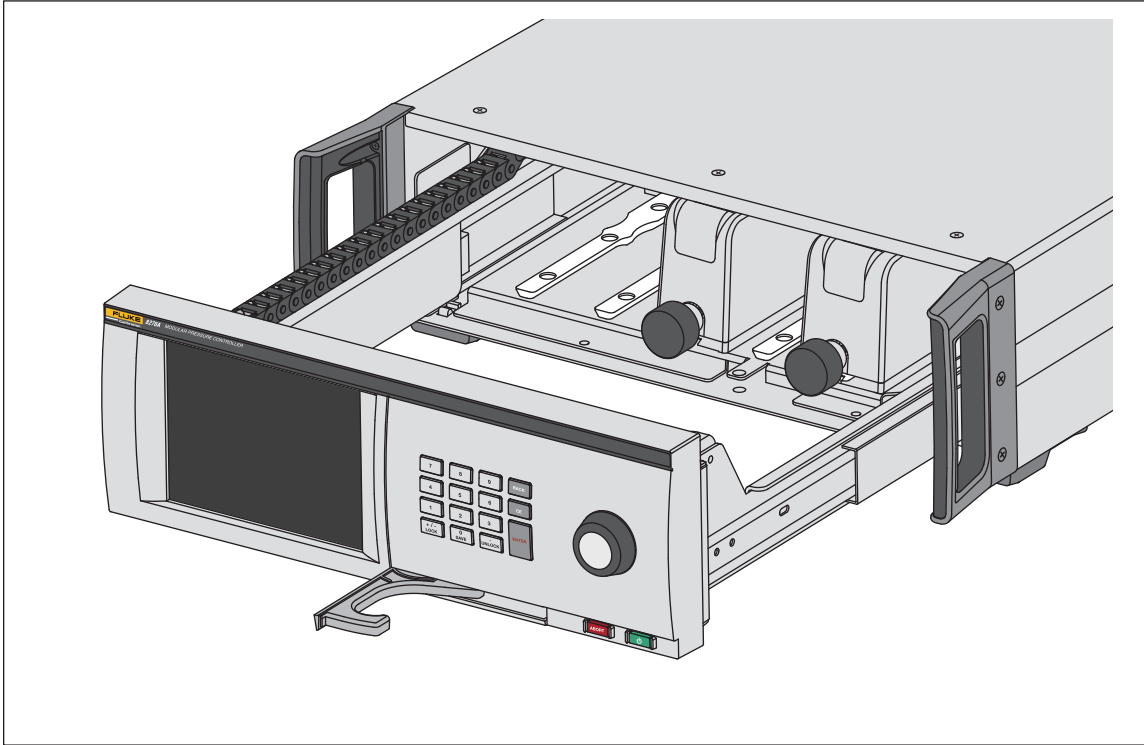

Рисунок 2. Установка модуля РММ
5. На нижней части модуля РММ находится разъем, который совпадает с дорожкой, проходящей внизу внутренней части корпуса Прибора, см. Рисунок 1 (②). Выровняйте дорожку относительно разъема и продвиньте модуль РММ в нижнюю часть корпуса, пока он не остановится. См. Рисунок 2.